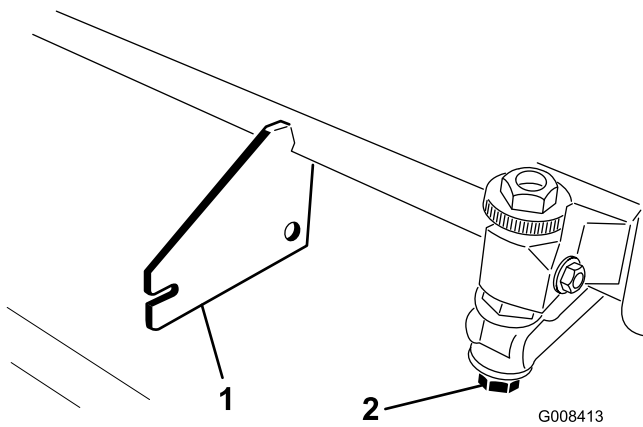

Figure 11
**Important:** Chaque fois qu'il est nécessaire de retourner le plateau de coupe pour exposer la contre-lame/le cylindre, placez un support sous l'arrière du plateau de coupe pour que les écrous situés au bout des vis de réglage de la contre-lame n'appuient pas sur la surface de travail (Figure 11).